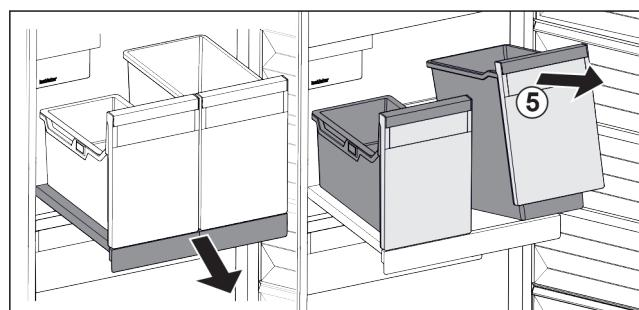

Fig. 18
- ▶ Приподнимите контейнеры Fig. 18 (5) спереди.